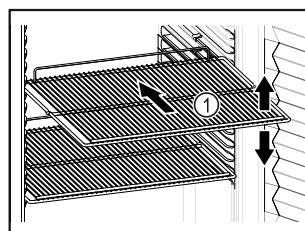

Fig. 57 Atvaizdo pavyzdys
- Jei pastatymo groteles Fig. 57 (1) galima perkelti, pritaikykite atsižvelgdami į aukštį.